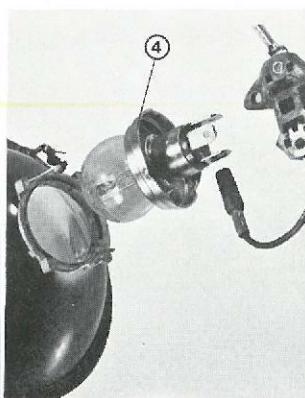

Abb. 5
Er befindet sich bei A (Abb. 5) im Behälter.
- Fassen Sie die Federn ② und ⑤, welche den Ring festhalten, mit Daumen und Zeigefinger und kippen Sie sie um 90°. Wechseln Sie durch ein neues Gesamtteil aus ④ (Abb. 5, Seite 30).